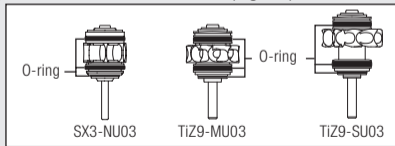

Fig. 35
- Assurez-vous que les joints sont correctement positionnés sur la cartouche (Fig. 35).